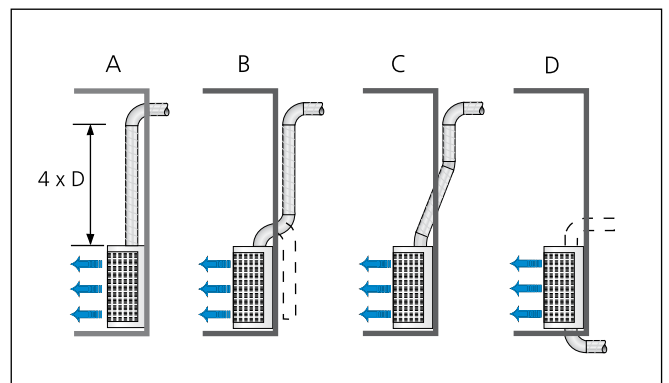

Рис. 3. Пример влияния варианта присоединения воздуховода к диффузору на уровень шума. См. таблицу
- Диаграмма - для помещения с эквивалентной 150м2 площадью звукопоглощения на расстоянии 2 м от диффузора. Все значения- для прямого, без помех, отрезка присоединяемого воздуховода. См. рис. 3 для корректировки уровня шума.
- Значение dB(C) на 6-9 dB больше значения dB(A).